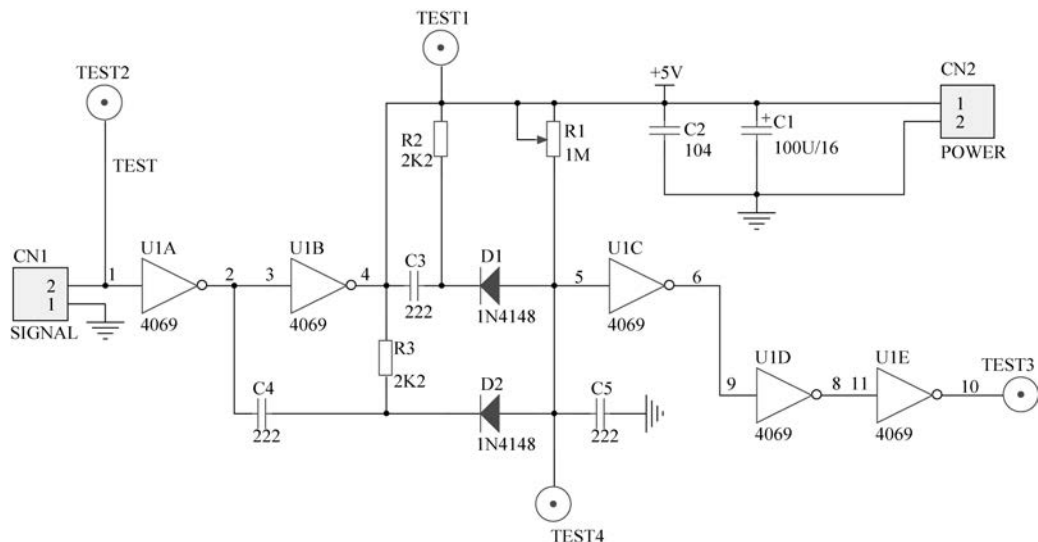

图 3-13 占空比可调电路
(2) 如图 3-13 所示为占空比可调电路,请全手工布线,绘制双面板,电路板板框尺寸大小为 2500mil×2000mil,并进行标注。电源和地线的线宽为 30mil,一般布线的宽度为 10mil。